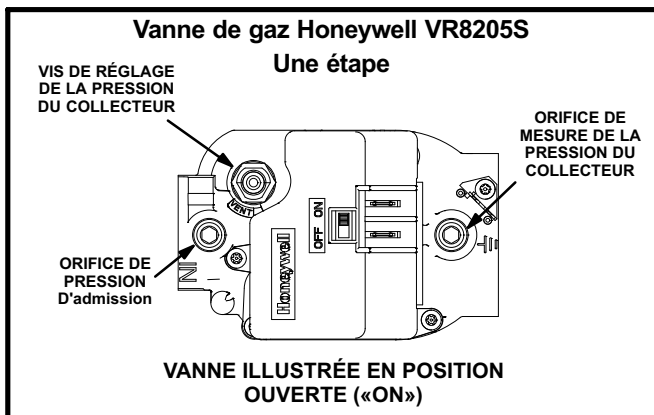

FIGURE 2
Fonctionnement de la vanne de gaz (figures 2, 3 et 4)
- 5- *Vanne de gaz Honeywell VR8205S* - Mettre le levier de la vanne de gaz sur «OFF». Voir Figure 2.
- 6- Attendre cinq (5) minutes pour s'assurer que tout le gaz a eu le temps de se dissiper. En cas d'odeur de gaz, ARRÊTER ! Aller immédiatement chez un voisin pour téléphoner au fournisseur du gaz et suivre leurs instructions. S'il n'y a pas d'odeur de gaz, passer au point suivant.
- 7- *Vanne de gaz Honeywell VR8205S* - Mettre le levier de la vanne de gaz sur «ON». Voir Figure 2.